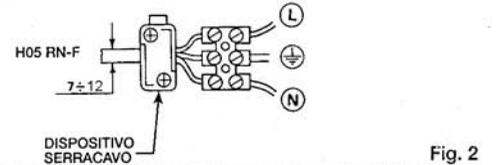

Fig. 2
- Para la conexión de alimentación es necesario utilizar un cable de 2 polos +tierra tipo H05 RN-F con Ø=7÷12mm y con sección min. 1mm² para cada conductor. Conectarlo con el tablero porta-bornes según fig.2 y pararlo con el sujeta-cable. Después de las operaciones de conexión, apretar el prensa-cable para asegurar la impermeabilidad al agua. El prensa-cable tiene que ser apto para cables con Ø=7÷12mm. Atornillar progresivamente los 4 tornillos M4 de la tapadera de la caja porta equipo con torsión 1,2 Nm, según pic.4.
- Per la connessione alla rete di alimentazione attenersi alle seguenti indicazioni: Utilizzare un cavo 2 poli + terra tipo H05 RN-F avente sezione minima di 1mm² per ogni conduttore e diametro esterno compreso tra Ø7-12mm, connetterlo alla morsetteria di alimentazione come indicato in fig. 2, quindi bloccarlo sotto l'apposito dispositivo serracavo. A cablaggio ultimato serrare a fondo il pressacavo per garantire la tenuta all'acqua. Pressacavo idoneo per cavi Ø7-12mm. Serrare le n°4 viti M4 del coperchio vano cablaggio con un momento torcente di 1,2Nm in modo progressivo e secondo lo schema indicato in fig.4.